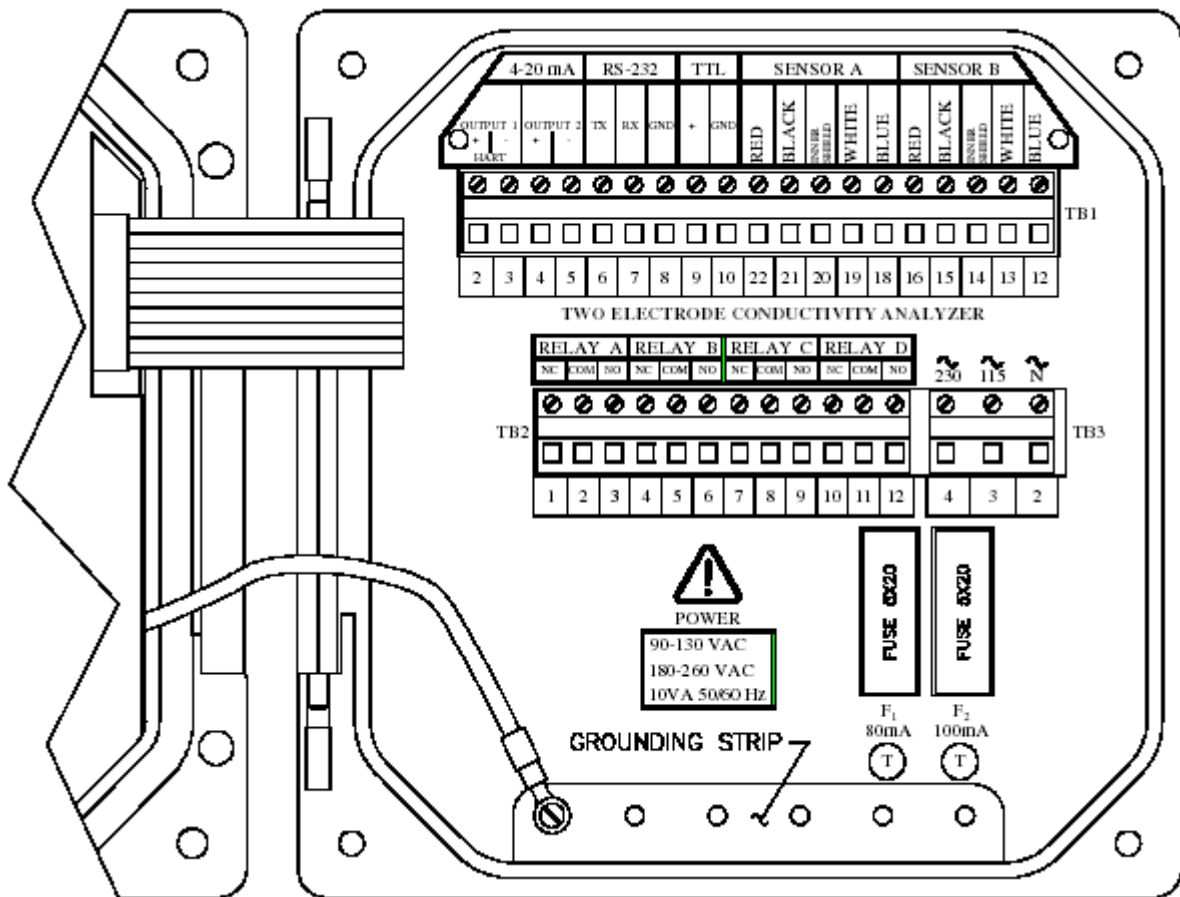

图 2-3 序列号前缀为“B”的测定仪的接线端标识
要操作电气连接的接线端，请拧下四个紧固螺钉，打开左侧外壳门。图 2-3 和图 2-3 显示了接线端的排列及它们所被指定的作用。
- 对于序列号前缀为“ B ”的测定仪 , 连接到箱体底部的接地带 (5 个开孔 , 如图 2-3 所示)。